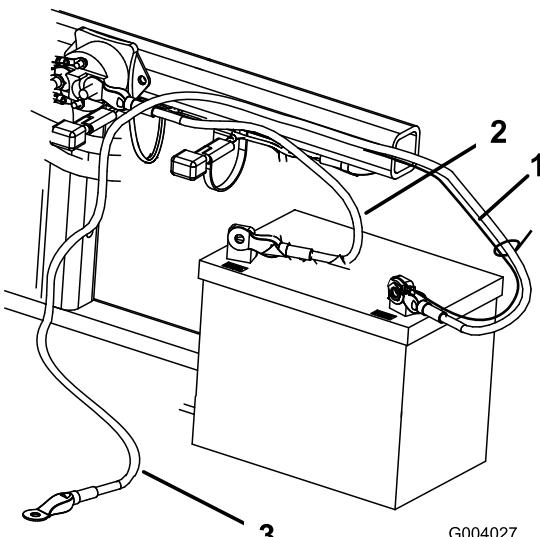

Figura 5
2. Conecte el cable positivo (rojo) al borne positivo (+) con un perno ($\frac{1}{4}$ " x $\frac{5}{8}$ ") y una contratuerca (Figura 5).
3. Conecte el cable negro pequeño y el cable negativo (negro) al borne negativo (-) de la batería con un perno ($\frac{1}{4}$ " x $\frac{5}{8}$ ") y una contratuerca ($\frac{1}{4}$) (Figura 5).